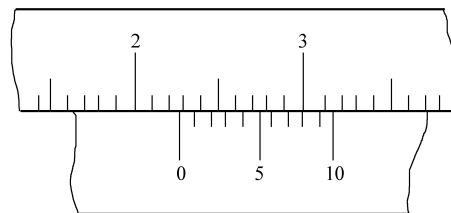

图2-40 1/10 mm游标卡尺读数方法
(1) 从主尺上查看整数，即找出副尺零线前主尺上的整数，如图2-40所示的整数为22 mm。
(2) 从副尺上查看小数，即找出副尺上零线后第几条刻线与主尺上任一刻线对齐，即为几个0.1 mm，图2-40所示为0.7 mm。
(3) 将两数相加。将所得的整数与小数相加，即得出所需读数，图 2-40 所示读数为 22.7 mm。